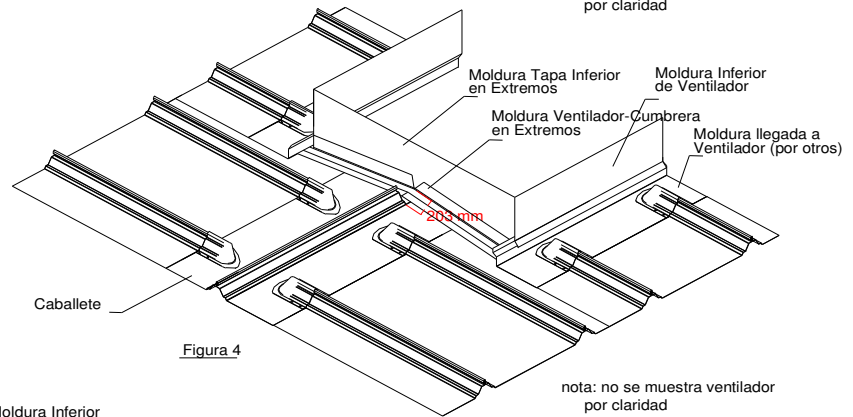

Figura 4
- 1.- Cortar "Rib" de Cumbrera a 8" a partir del extremo del ventilador, (ver figura 4) es importante no cortar la parte horizontal de la cumbrera, únicamente se deberá cortar el rib.